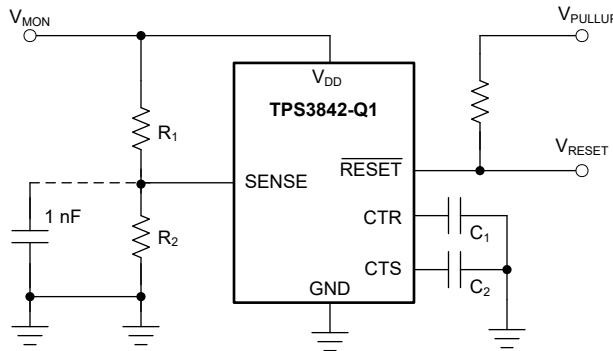

図 7-5. TPS3842A011DRLRQ1 を使用したユーザー定義のスレッシュホールド電圧の監視
図 7-5 に、外付け分圧抵抗を使用して、電圧スレッシュホールドを調整する方法の例を図示します。抵抗は、目標の電圧スレッシュホールドとデバイス部品番号に応じて計算できます。TI は、外付け分圧抵抗を使用する場合は、700mV のスレッシュホールド オプションを使用することを推奨しています。外付け抵抗を使用する際の精度を向上させるため、内部抵抗ラダーをバイパスします。
たとえば、図 7-5 に示すように、TPS3842A011DRLRQ1 バリエーションを使用するのみ低電圧 (UV) の有無を監視する 12V レール  $V_{MON}$  を考えてみます。監視対象の UV スレッシュホールド ( $V_{MON-}$ ) は、デバイスがリセットをアサートする目的の電圧です。この例では、 $V_{MON-} = 5.8V$  です。低電圧 reset をアサートするには、sense ピンの電圧  $V_{SENSE}$  が入力スレッシュホールドの負の電圧  $V_{ITN}$  と同等である必要があります。この例では、 $V_{SENSE} = V_{ITN} = 0.7V$  です。 $R_1$  と  $R_2$  を使用すると、 $V_{MON-}$  と  $V_{SENSE}$  の関係を式 1 に示します。 $R_1 = 100k\Omega$  と仮定し、 $R_2 = 13.7k\Omega$  として計算できます。